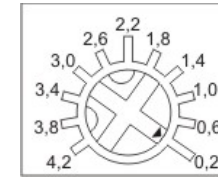

Рис. 6. Установка тока фазы.
5. Установите ток обмоток двигателя потенциометром согласно рис.6. Превышение номинального тока двигателя может привести к перегреву двигателя и блока управления. Следите за правильно установленным значением тока.